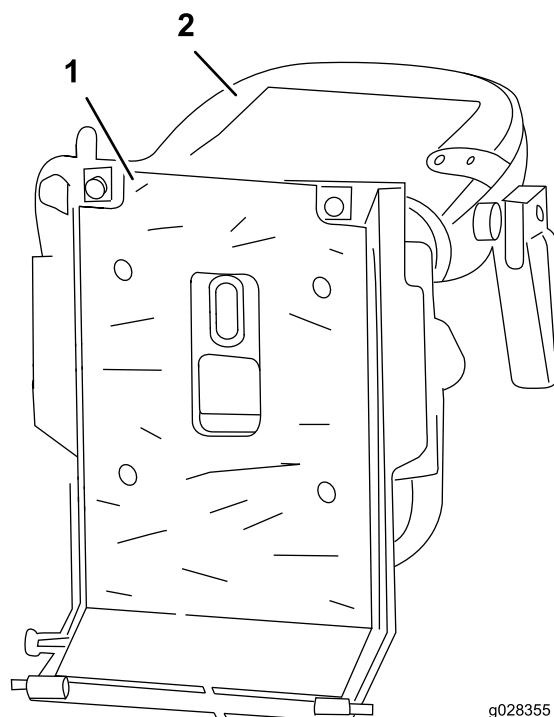

Figura 6
- Retire el papel protector y fije el material autoadhesivo del protector térmico a la cara inferior de la placa de montaje del asiento, según se muestra en Figura 6.